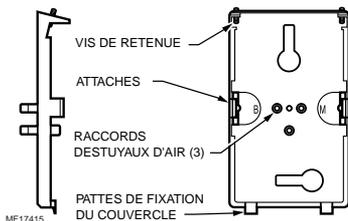

Fig. 5. Plaque-support.
- d. Pour retirer le couvercle du thermostat, faire tourner lentement la vis dans le sens horaire jusqu'à ce que le couvercle puisse être retiré. Pour retirer le thermostat de la plaque-support, écarter les pattes de fixation (Fig. 5) et séparer le thermostat de la plaque.
7. Appuyer le thermostat contre la plaque-support jusqu'à ce qu'il soit bien placé et que les pinces à l'arrière de la plaque-support soient bien engagées (Fig. 5).
REMARQUE : Prendre soin de bien orienter la fenêtre. Vu de devant, les ouvertures du point de consigne et Day/Auto sont situées dans le bas si le thermostat est installé à la verticale, ou dans la partie droite si le thermostat est installé à l'horizontale. Le couvercle comporte des fentes qui doivent correspondre aux pattes de fixation de la plaque-support (Fig. 5).